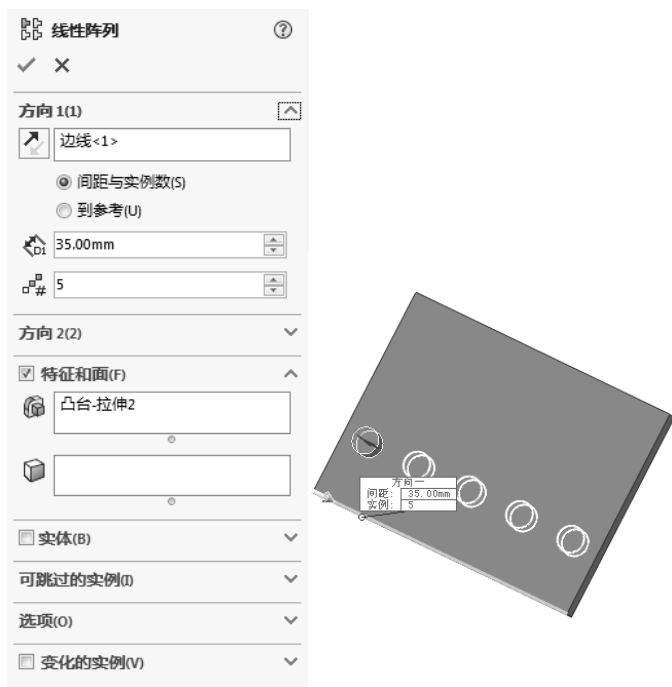

图 7-3 设置线性阵列
- 6) 在“方向 1”选项组的 （实例数）文本框中指定该方向下阵列的特征数（包括原始样本特征）。此时在图形区中可以预览阵列效果，如图 7-3 所示。